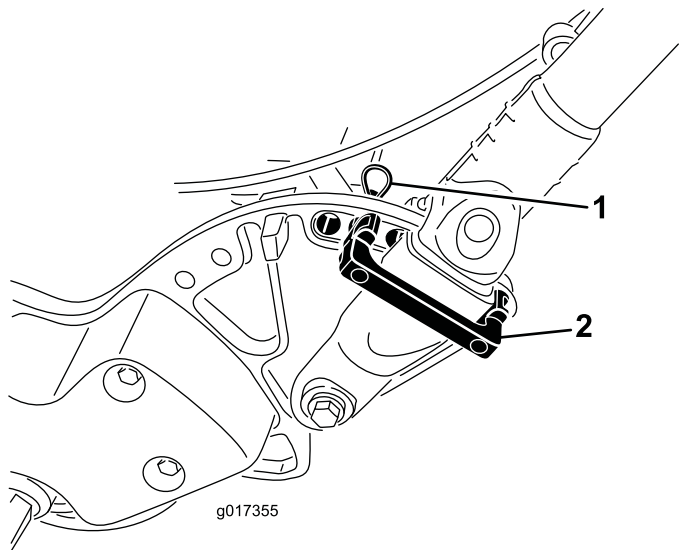

Figura 30
1. Togliete la coppiglia a forcina dai fermi della stegola (Figura 30) da ciascun lato del tosaerba.
2. Sostenete la stegola, togliete la coppiglia a forcina da ciascun lato, quindi ruotate la stegola nella posizione operativa desiderata (Figura 30).